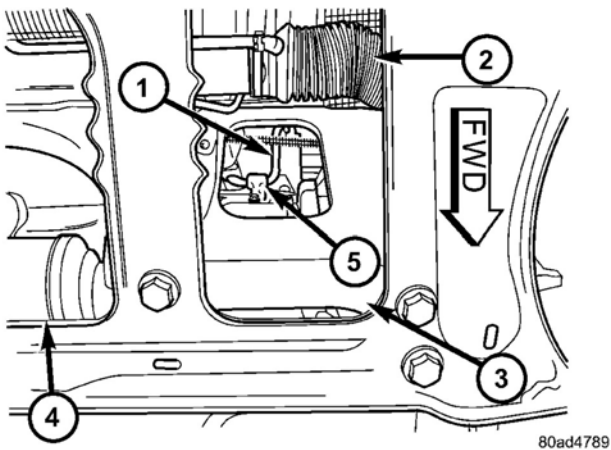

图 9 压力软管敷设夹
- （5）卸下压力软管敷设支架螺栓（图 9）。
（7）将压力软管的敷设夹安装到发动机上（图 9）并拧紧紧固件。